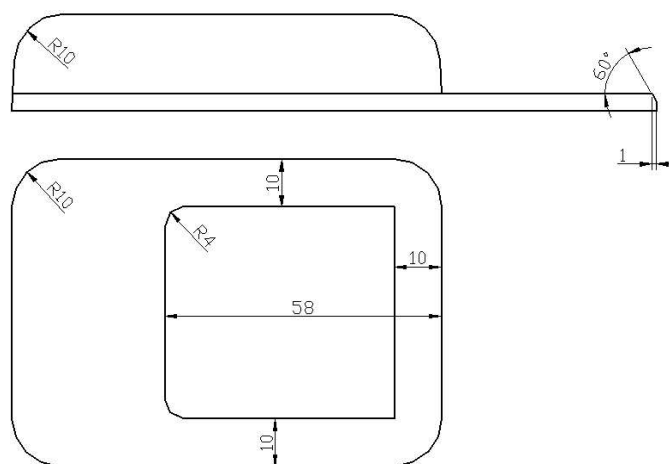

Bild 2 (Abstand zwischen den Ansichten nicht maßstäblich)
- 3.3 Rundungen: Runden Sie die Kanten nach Bild 2 ab.